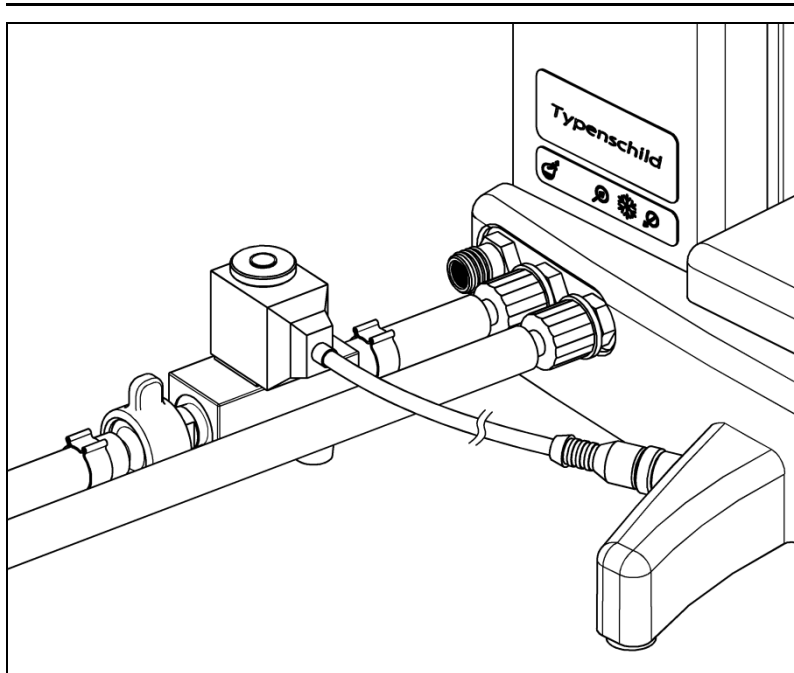

Fig. 9: Collegamento della valvola del liquido refrigerante
3. All'occorrenza, montare la valvola del liquido refrigerante (accessorio) nella tubazione di alimentazione (v. Fig. 9).